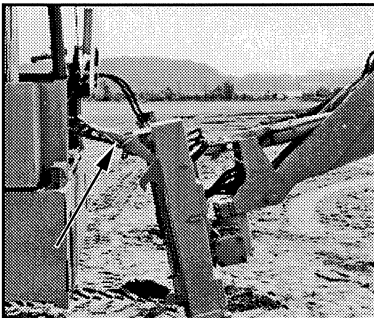

Bild 6-20
(2) Abdeckung (6-18/Pfeil) von Heckklappe demontieren. Anschließend die gerade gelösten Schrauben zur Befestigung der Leisten (6-24/1) und der Schürze (6-24/2) wieder hineinschrauben.
(3) Das Steuerventil in die in Bild 6-20/Pfeil gezeigte Position schwenken und anschließend mit dem an der rechten Seite befindlichen Bolzen (4-14/4) wieder festsetzen.
(4) Das Gerät so weit wie möglich an den Heckbagger heranfahren, sodaß das Anschließen der Hydraulikschläuche des Heckbaggers an das Grundgerät und das anschließende Aufnehmen des Heckbaggers möglich ist.
(2) Enlever le revêtement (6-18/flèche) du volet arrière. Ensuite resserrer de nouveau les vis venant tout juste d'être desserrées pour fixer les nervures de renforcement (6-24/1) et le tablier (6-24/2).
(3) Incliner le distributeur de commande dans la position démontrée sur fig. 6-20/flèche et ensuite la refixer à l'aide du boulon se trouvant sur le côté droit (4-14/4).
(4) Approcher le véhicule aussi près que possible de la pelle (à monter à l'arrière/rétro) de manière qu'un raccordement des tuyaux hydrauliques de la pelle (à monter à l'arrière) soit possible avec le véhicule et qu'ensuite la levée de la pelle (à monter à l'arrière) soit possible.
(5) Placer le présélecteur (4-11/1) en position "0".
(6) Serrer le frein de parking (4-13/2).
(7) Arrêter le moteur (4-17/6).
(8) Dévisser les capuchons de protection des accouplements à vis de la pelle montée à l'arrière et du véhicule et raccorder les accouplements à vis (6-19).